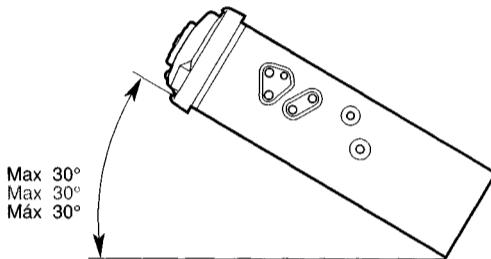

Figure 2 / Figure 2 / Figura 2
- Install the unit within 30° of the horizontal plane (Figure 2)
- Installer l'appareil avec un angle inférieur à 30° par rapport à l'horizontal (Figure 2)